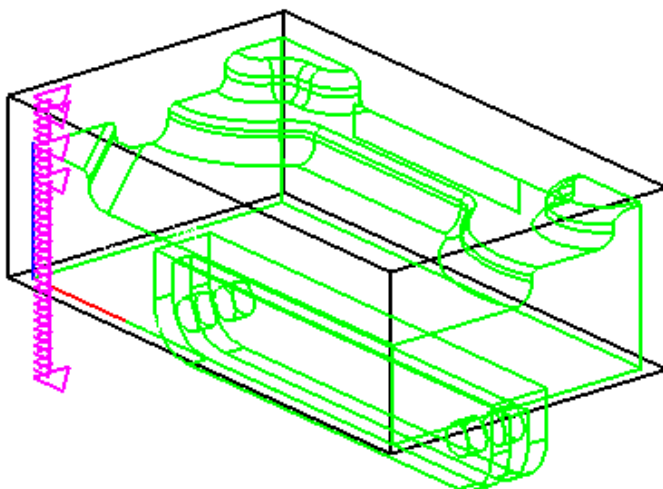

图 5-9
- 单击 ，打开创建操作对话框，选择如图 5-9 所示的操作子类型和父节点。
- 在图 5-9 中，所有参数使用默认值。